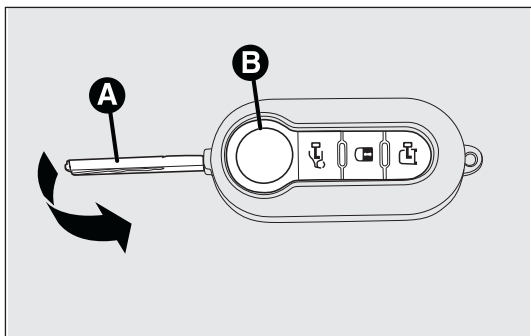
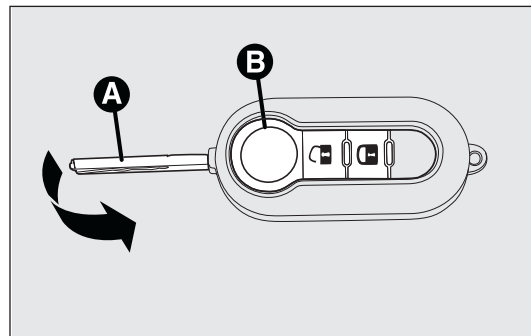
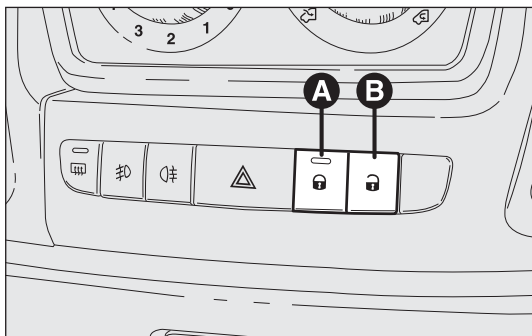

fig. 107
fig. 108
fig. 110
Con porte chiuse premere il pulsante  sul telecomando fig. 107 oppure inserire e ruotare l'inserto metallico nella serratura della porta lato guida in senso orario. Il blocco delle porte viene attivato solo se tutte le porte sono chiuse. Se una o più porte sono aperte a seguito della pressione del pulsante  sul telecomando fig. 107, gli indicatori di direzione ed il led presente sul pulsante A-fig. 110 lampeggiano velocemente per circa 3 secondi. Con funzione attiva i pulsanti A e B fig. 110 risultano disabilitati. Effettuando una doppia pressione rapida del pulsante  sul telecomando fig. 107 si attiva il dispositivo dead lock (vedere paragrafo "Dispositivo dead lock").
Premere brevemente il pulsante  fig. 107 oppure  fig. 108, a seconda delle versioni, per avere lo sblocco delle por-
Premere il pulsante A-fig. 110 per bloccare le porte, premere il pulsante B per sbloccare le porte. Le azioni di blocco/ sblocco avvengono in modo centralizzato (anteriori e posteriori). Quando le porte sono bloccate il led sul pulsante A è acceso ed una pressione del pulsante B provoca lo sblocco centralizzato di tutte le porte e lo spegnimento della spia. Quando le porte sono sbloccate il led è spento ed una pressione del pulsante provoca il blocco centralizzato di tutte le porte. Il blocco porte viene attivato solo se tutte le porte sono correttamente chiuse.
non sarà possibile effettuare lo sblocco tramite il pulsante A-fig. 110 ubicato tra i comandi su plancia.
- pulsanti A-B fig. 110 di blocco/sblocco.
Il dispositivo si inserisce automaticamente su tutte le porte nel caso in cui si effettui una doppia pressione rapida sul pulsante  sulla chiave con telecomando fig. 107.
L'avvenuto inserimento del dispositivo è segnalato da 3 lampeggi degli indicatori di direzione e dal lampeggio del led ubicato sul pulsante A-fig. 110 ubicato tra i comandi su plancia.